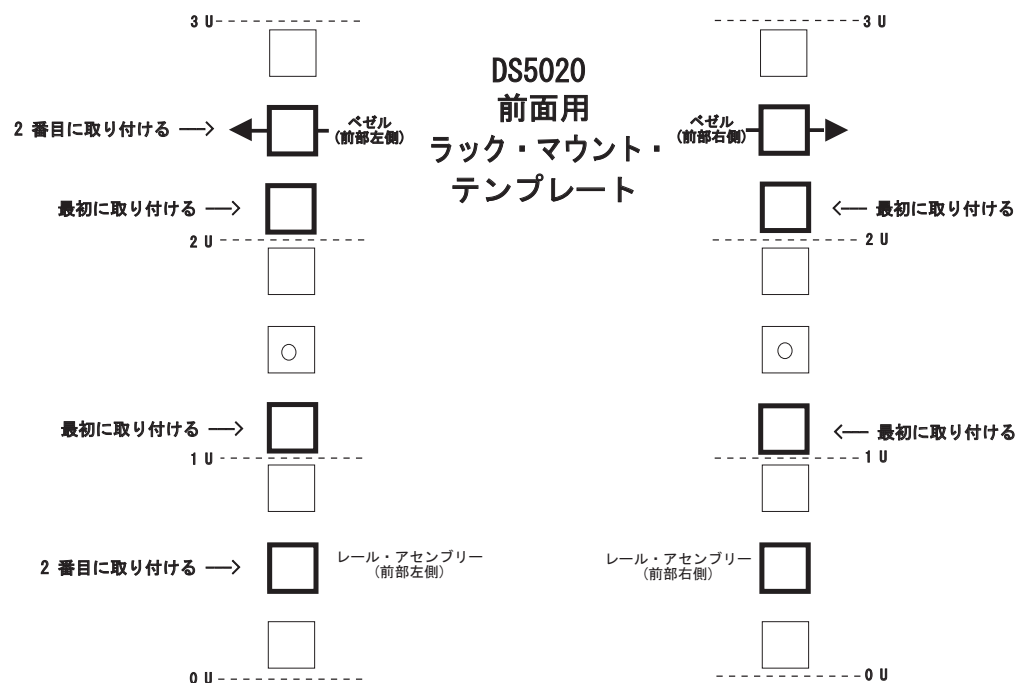
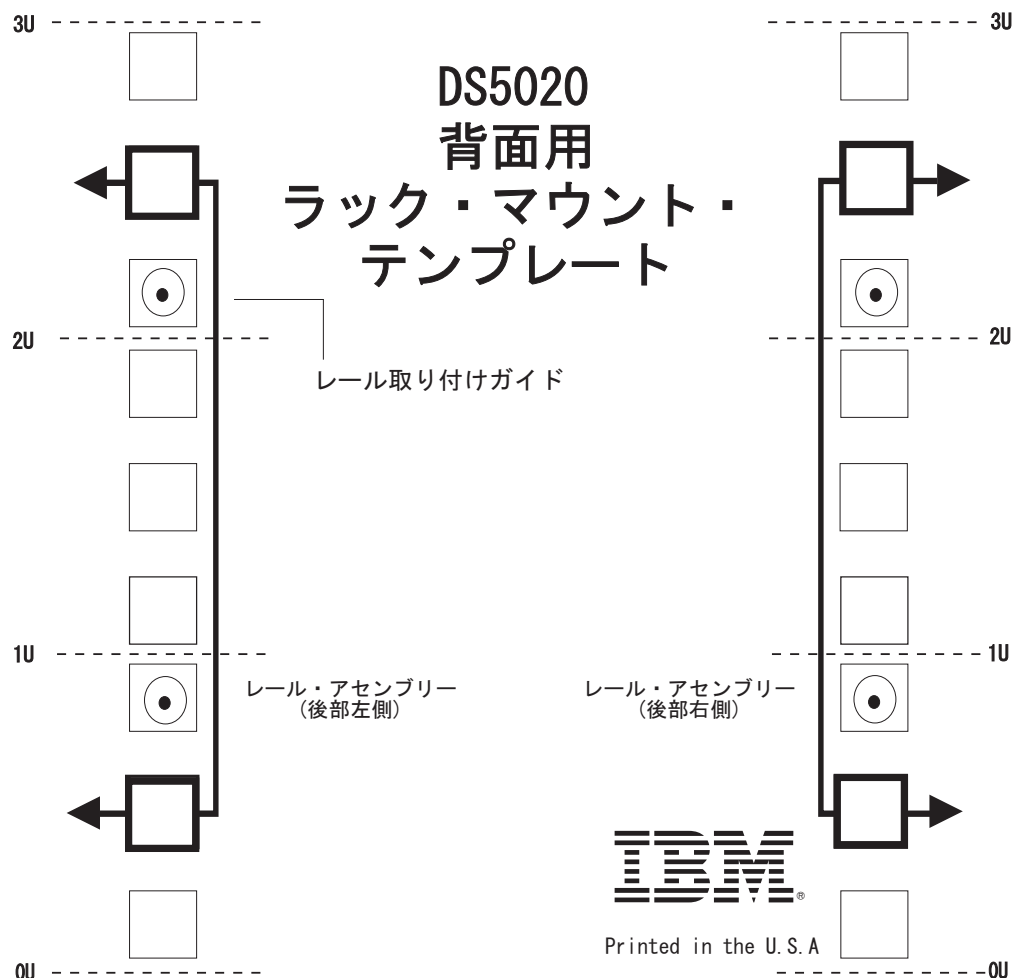

図 13. 前面用ラック・マウント・テンプレート
図 14. 背面用ラック・マウント・テンプレート
サポート・レールと DS5020 ストレージ・サブシステムをラック・キャビネットにマウントする際に M5 ねじを挿入する場合は、次のテンプレート (43 ページの図 13 および 44 ページの図 14) を使用して、正しい位置を確認してください。テンプレートでは、M5 ねじの位置が強調表示されています。
重要: ラック・マウント・テンプレートの複製コピーは、205 ページの『付録 B. ラック・マウント・テンプレート』に記載されています。テンプレートを本書から切り取る場合は、205 ページの『付録 B. ラック・マウント・テンプレート』のコピーを使用してください。サポート・レールと DS5020 ストレージ・サブシステムをラック・キャビネットにマウントする際に M5 ねじを挿入する場合は、前出のテンプレート (43 ページの図 13 および 44 ページの図 14) を使用して、正しい位置を確認してください。テンプレートでは、M5 ねじの位置が強調表示されています。
- レールのへりの線がストレージ・サブシステムの下部と並んでいます（44 ページの図 14 の 0 U 境界）。
- 注: 必ず、43 ページの図 13 で最初に取り付ける というラベルが付いているねじを取り付けてください。